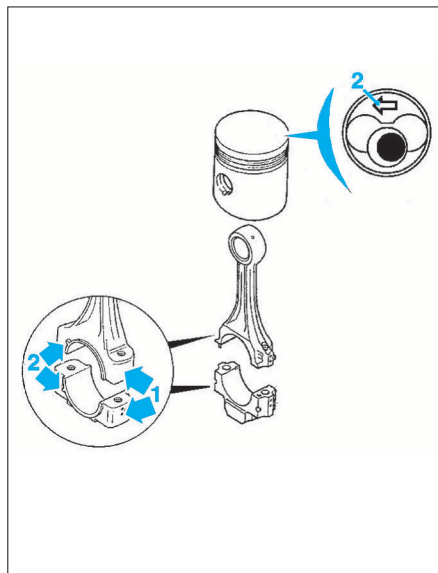

FIG. 78
- réaliser l'assemblage des ensembles bielle-piston à l'aide d'un mandrin approprié en respectant leur appariement et leur sens de montage. Aligner les repères d'appariement (1) de la bielle et du chapeau avec la chambre de combustion du piston, puis orienter les repères (2) de la bielle et du chapeau avec la flèche sur la tête du piston, vers la distribution (Fig.78).
- mettre en place chaque ensemble bielle-piston dans son cylindre respectif en orientant les flèches sur le piston vers la distribution (Fig.78) et (Fig.79).